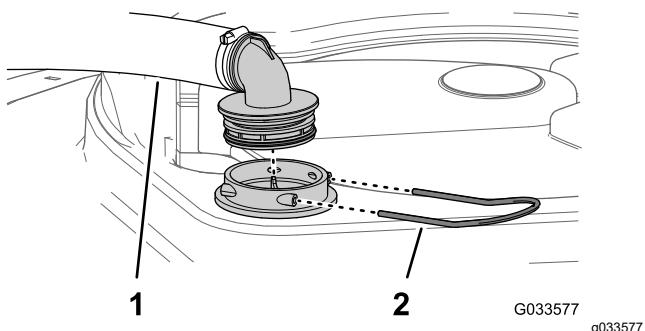

Figura 78
- En la parte superior del depósito de fumigación, retire la horquilla de retención que sujeta el acoplamiento que está conectado a la manguera grande y al alojamiento del filtro (Figura 78).
- Retire la manguera y el acoplamiento del alojamiento del filtro (Figura 78).